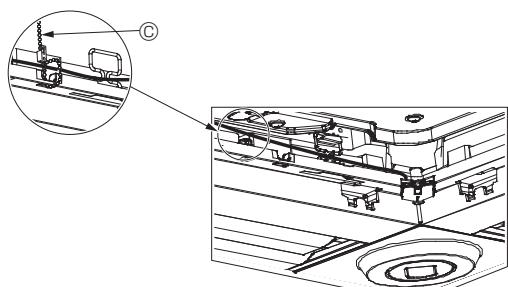

Fig. 10-12
- Fastgør i-See-sensoren og signalmodtageren til panelet som vist i diagrammet, så der ikke er slæk i ledningerne, og skær derefter den overskydende ende af beslaget. (Fig.10-12)
- Hvis placeringen af i-See-sensoren er ændret fra position "○" (E) til position "□" (F), skal funktionsindstillingerne ændres. (Se side 147).